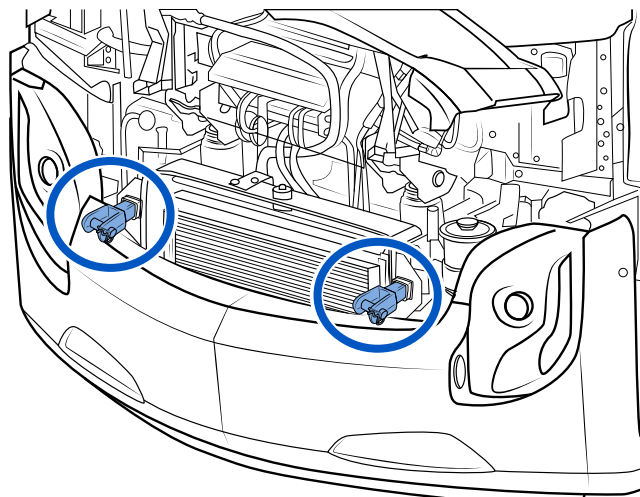

Figure 29 - Crochets en place sur le châssis
4. Mettez les crochets de remorquage en place sur le châssis tel qu'illustré à la **Figure 29**.